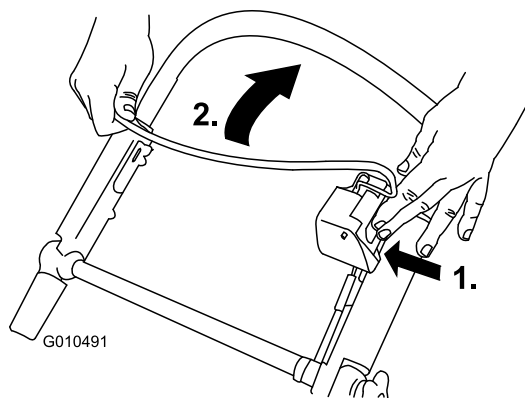

Bild 20
2. Drehen Sie den Kraftstoffhahn auf die Ein-Stellung (Bild 20).
- Drücken Sie auf den Messerschaltknopf und ziehen Sie den Schaltbügel zum Bügel (Bild 20).